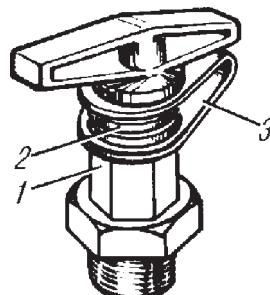

Рис. 78. Клапаны контрольного вывода:
**Клапаны контрольного вывода** (рис. 78) предназначены для определения выходных параметров давления воздуха по контурам с помощью контрольных манометров. Для подсоединения к клапану следует применять шланги с накидной гайкой M16x1,5 и манометры с пределом измерений 0-1000 кПа (0-10 кгс/см2) класса точности 1,5. Клапаны контрольного вывода установлены: